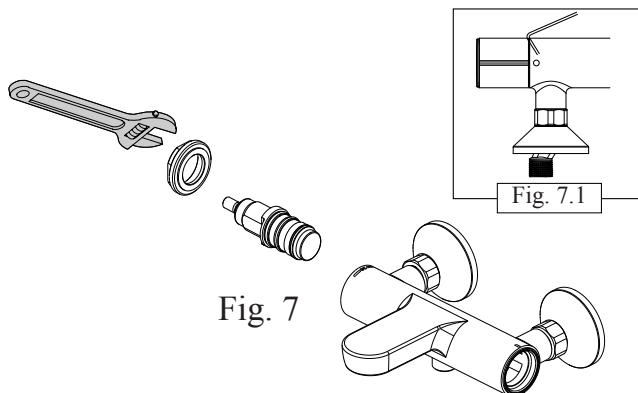

Fig. 7
- À l'aide des pince multiprise dévisser l'écrou de fixation de la cartouche (Fig.7)
- Retirer la cartouche (Fig.7)
- Using adjustable wrench the fastening nut of the cartridge (Fig. 7)
- Remove the cartridge (Fig.7)